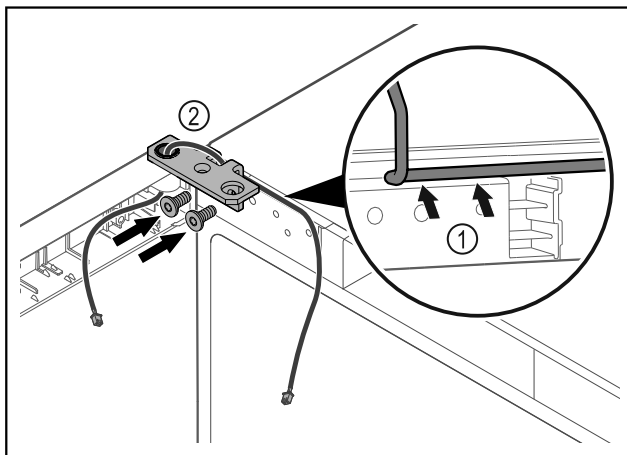

Fig. 37
- ▶ Juhtige kaabel läbi šarniirnergiku väljalõike ja vedage ettevaatlikult Fig. 37 (1).
- ▶ Kruvige šarniirnergik Fig. 37 (2) külge.